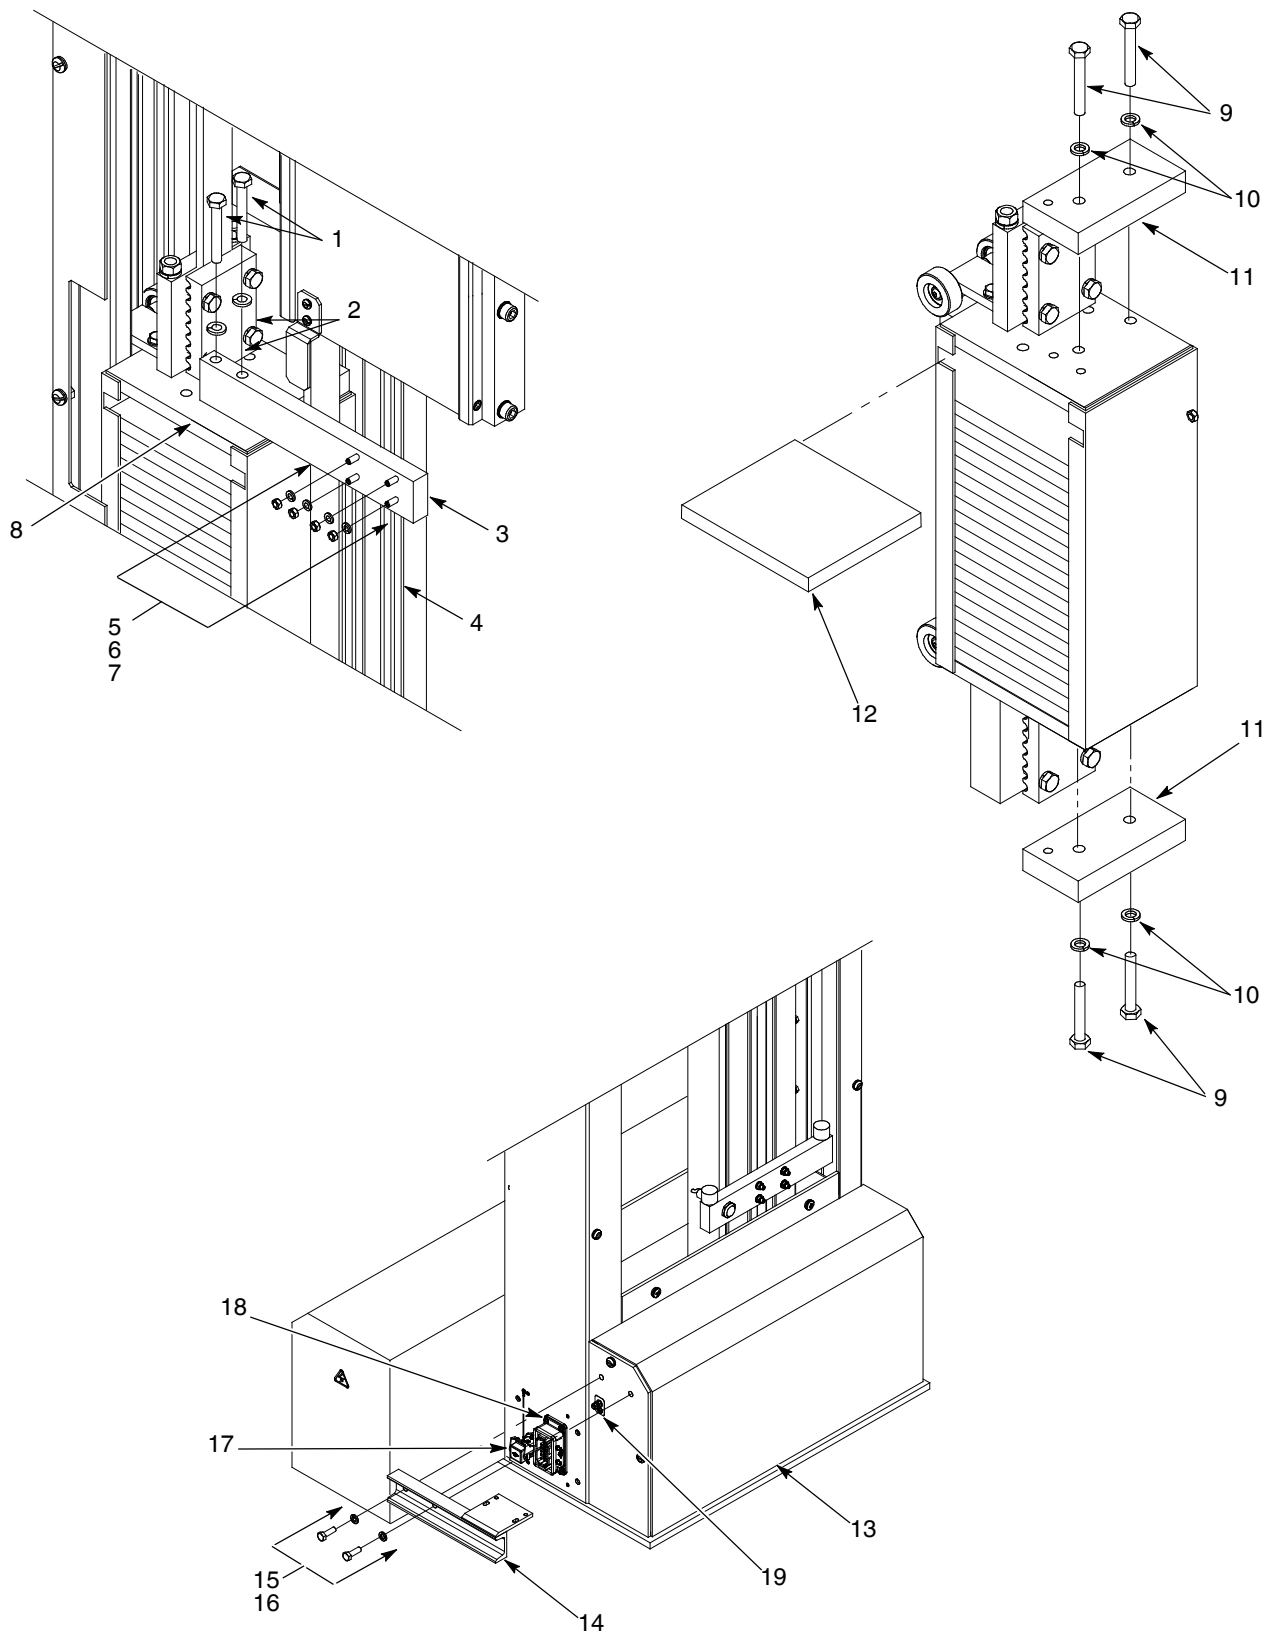

Рис. 5 Установка деталей из комплекта поставки
1. См. рис. 5. Вывернуть винты (1) и снять стопорные шайбы (2) крепления стопорного кронштейна (3) противовеса каретки на корзине противовеса (8).
4. См. рис. 5. Подсоединить кабель с электродвигателя на блок управления к разъему электродвигателя (17), расположенному с задней стороны манипулятора.
5. Подсоединить кабель сопряжения с датчика/кодера на блок управления к разъему датчика (18), расположенному с задней стороны манипулятора.
6. Подсоединить монтажный провод с шасси распылительной камеры к клемме заземления (19). Данный провод заземления можно подсоединить и к клемме заземления на основании вводящего/выводящего позиционера.